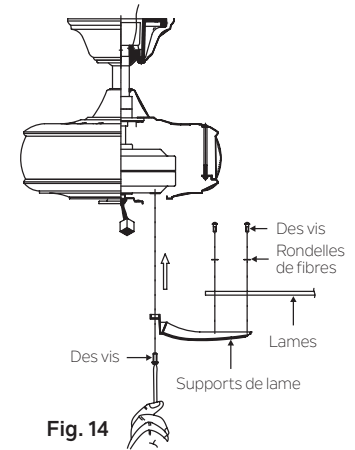

Fig. 14
**Étape 1.** Fixez une lame sur un support de lame à l'aide des vis et des rondelles en fibre fournies. (Fig. 14)
**Étape 2.** Fixez chaque lame au moteur à l'aide des vis de montage "Préinstallées" dans le support de lame. (Fig 14)